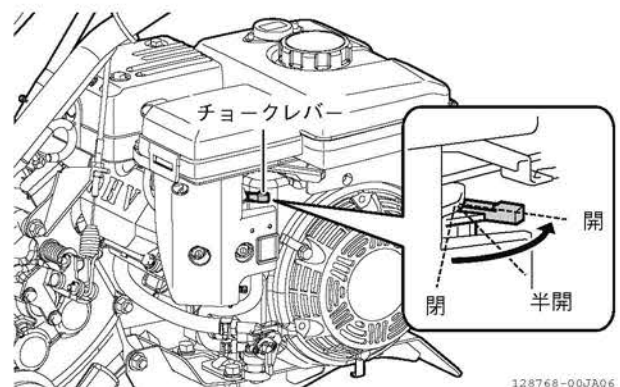

図 2-26 チョークレバー
2. エンジンの回転状態を見ながらチョークレバーを徐々に「開」位置にします。(図 2-26)